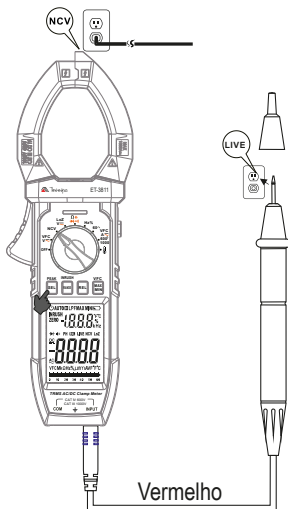

Figura 10
4. Encoste a ponta de prova vermelha no fio vivo, conforme demonstrado na figura 10. O buzzer emitirá um som intermitente contínuo e o LED vermelho piscará